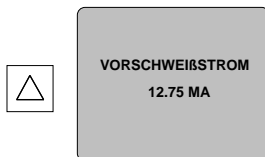

Abbildung 57
- b) Um den aktuellen Vorschweißstrom (Pre-Fuse Current) zu erhöhen (siehe Abb. 57) bzw. zu senken, müssen Sie die Aufwärts- oder Abwärtstaste betätigen.